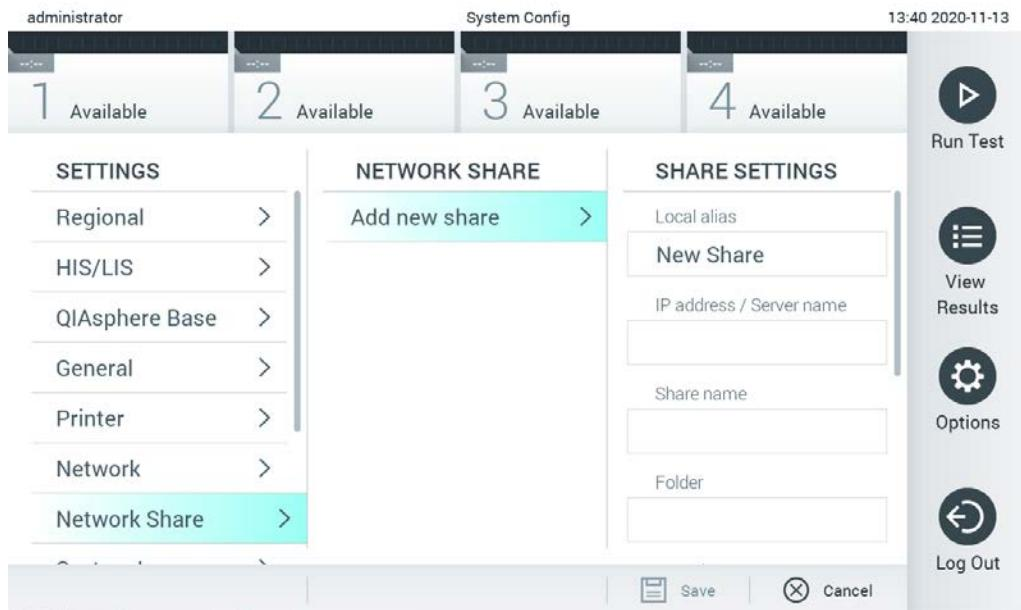

Рис. 75. Добавление сетевой папки.
3. Нажмите кнопку **Add new share** (Добавить новую сетевую папку) (рис. 75).